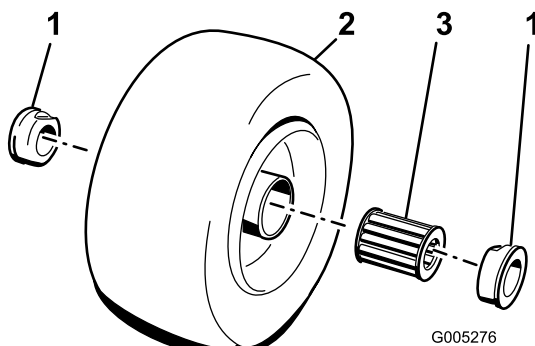

Рисунок 19
2. Извлеките один из наружных подшипников из ступицы колеса и дайте выпасть внутреннему подшипнику (Рисунок 19). Снимите подшипник с противоположной стороны ступицы колеса.